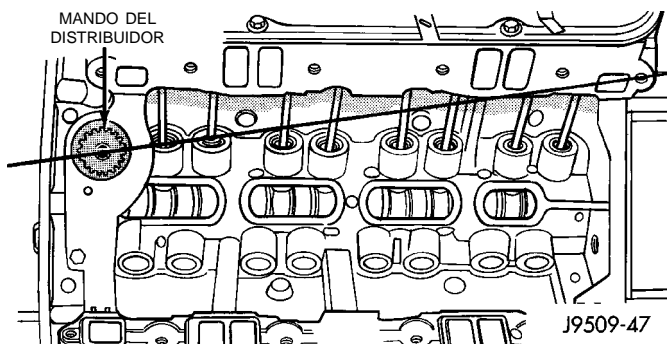

Fig. 36 Posición de la muesca del eje de la bomba de aceite
(1) Haga girar el cigüeñal hasta que el cilindro N° 1 se encuentre en el punto muerto superior de la carrera de encendido.
(2) En esta posición, la marca de distribución del amortiguador de vibraciones debe estar por debajo de "0" en el indicador de distribución.
(3) Instale el eje de forma que una vez que el engranaje encaje en su sitio, coincida con el eje de la bomba de aceite. La muesca de la parte superior del eje de la bomba de aceite debe estar alineada hacia el orificio del perno de sujeción delantero izquierdo del tubo múltiple de admisión (Fig. 36).